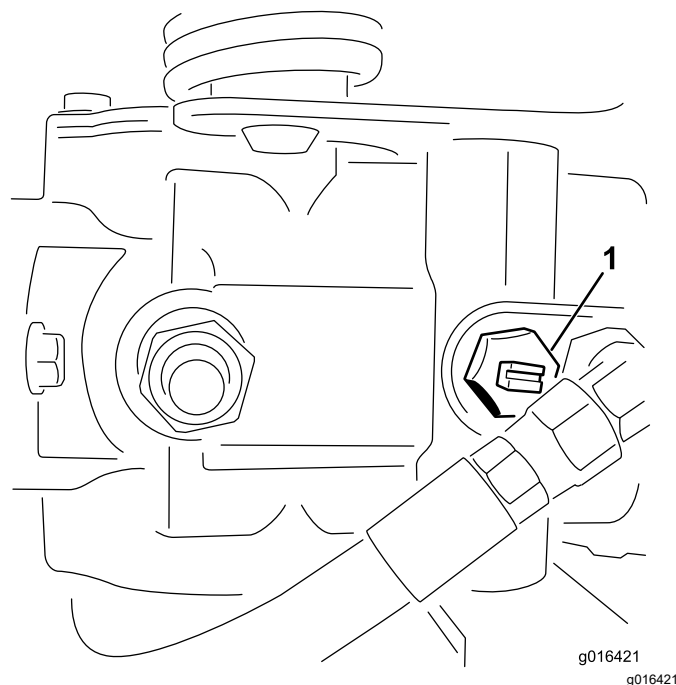

Figura 24
1. Localize a válvula de derivação na bomba e rode-a duas voltas completas no sentido contrário ao dos ponteiros do relógio (Figura 24).
2. Antes de pôr o motor em funcionamento, feche a válvula de derivação rodando-a duas voltas completas no sentido dos ponteiros do relógio (Figura 24).